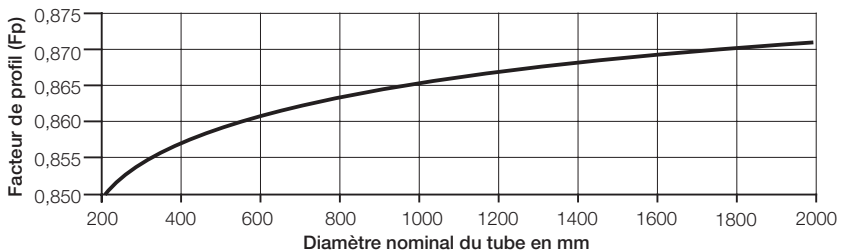

Fig. 4.1 Facteur de profil en fonction de la vitesse, pour des diamètres de tuyaux de 200 à 2000 mm
- b) Déterminer le facteur de profil F_p à partir de la Fig. 4.1.
$$F_p = 0,861 \text{ (à partir de la Fig. 4.1)}$$